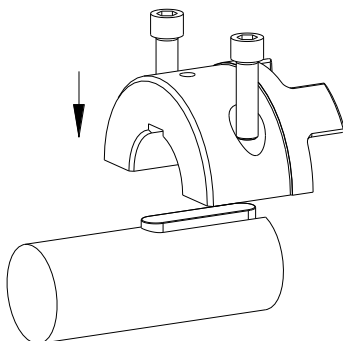

Bild 7
- Legen Sie die obere Halbschale der ersten SPLIT-Nabe mit eingesetzten Zylinderschrauben auf die Welle (siehe Bild 7).